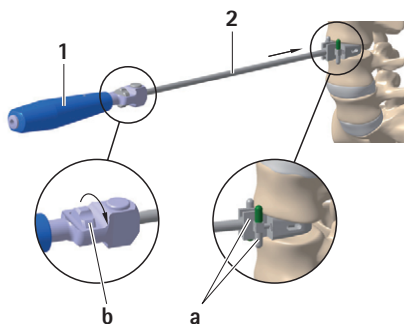

Fig. 1
- Montera mejselhållaren **2** med önskad implantathöjd och vinkel på greppet **1**, se Fig. 1.
- Vrid hjulet **b** medurs och ställ in säkerhetsstoppet **a** på den kortaste mejsellängden, se Fig. 1.
- För in mejselguiden **2** centrerat i diskutrymmet och ställ in säkerhetsstoppet **a** under röntgenkontroll till önskat mejseldjup, se Fig. 1.